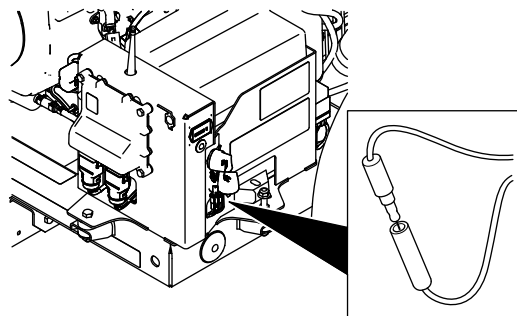

Figura 44
2. Retire el conector de un solo pin del conector hembra simple (Figura 44).
3. Enchufe el conector de un solo pin en el conector hembra simple (Figura 44).